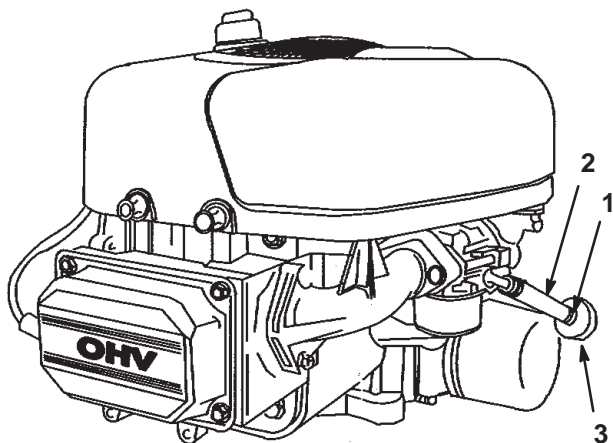

Figure 37
4. Desserrez le collier de serrage au niveau du filtre à carburant et repoussez-le le long de la conduite d'alimentation pour l'éloigner du filtre (Fig. 37).
5. Débranchez la conduite d'alimentation du filtre (Fig. 37).
7. Raccordez la conduite d'alimentation au filtre. Rapprochez le collier de serrage du filtre pour fixer la conduite d'alimentation (Fig. 37).
4. Pincez les extrémités des colliers et faites glisser ceux-ci pour les éloigner du filtre (Fig. 37).
6. Posez un filtre neuf et rapprochez les colliers de fixation du filtre (Fig. 37).